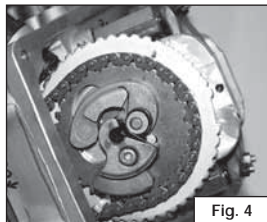

Fig. 4
- Togliere la molla di richiamo della massa , avendo cura che non cada nel basamento (Fig. 4).
- Remove the torsion spring being careful not to drop it into the crankcase (Fig. 4).
- Enlever le ressort de rappel de la masse en faisant attention de ce ressort ne tombe pas dans les carters (Fig. 4) .
- Reassemble the torsion spring (3 to 4 turns of the spring to load it will suffice) (Fig. 4).
- Montare la molla di richiamo (Fig. 4).